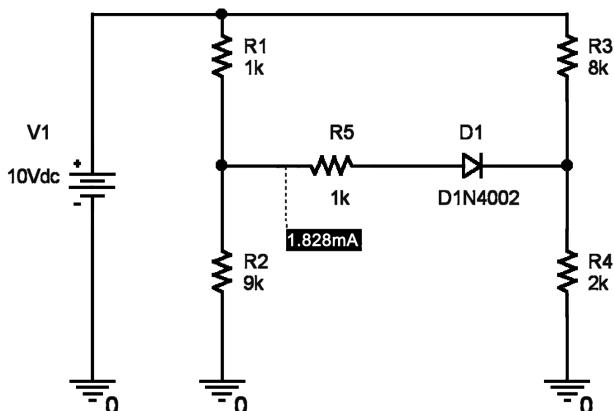

Рис. 5.2. Результат расчета исходной схемы
1. Промоделируем данную схему на постоянном токе с помощью программы Capture. Для этого соберем схему, проведем расчет переходного процесса (Time Domain), затем выведем результаты расчета по постоянному току, для чего из меню PSpice выберем пункты Bias Points → Enable, затем на панели инструментов нажмем кнопку «I». Результаты моделирования приведены на рис. 5.2. (На этом рисунке значения всех. Видим, что при данных параметрах ток через диод составляет 1,828 мА.